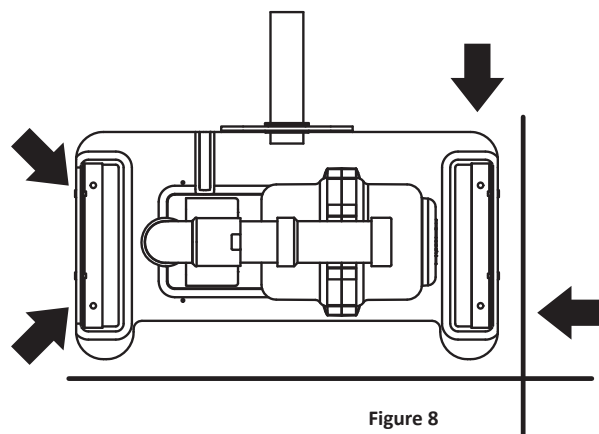

Figure 8
5.1. Si nécessaire percer le plancher en utilisant les 4 trous préalablement percés dans les pièces d'aluminium (Fig. 8).
5.1. Drill through the 4 pre-drilled holes on the aluminum angles of the unit base to drill the floor, if needed (Fig. 8).